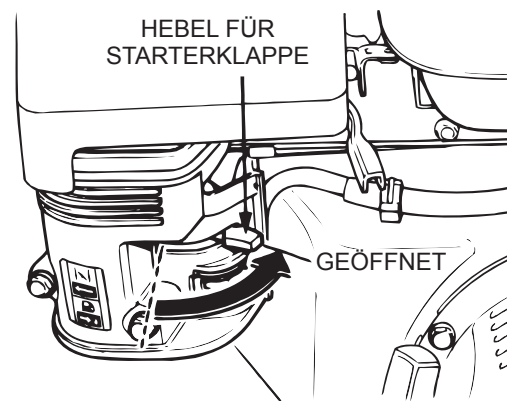

Abbildung 9. Hebel für Starterklappe (Geöffnet)
4. Falls der Motor oder die Umgebungstemperatur warm ist, den Starterklappenhebel (Abb. 9) ÖFFNEN.